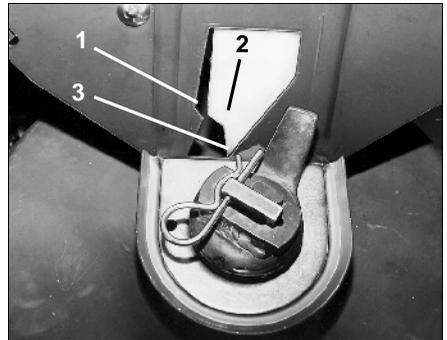

Fig. 52
**S'il n'y a pas de jauge de réglage, la section libérée de l'ouverture de sortie (Fig. 52/1) peut être vérifiée par un contrôle visuel. Pour la section d'ouverture de sortie libérée sur la position "11" du levier, le bord (Fig. 52/2) de la trappe doit couper précisément le bord inférieur (Fig. 52/3) de l'ouverture de sortie.**